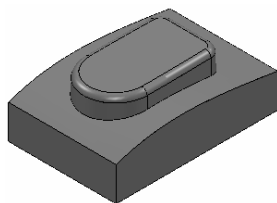

图 3-2 导入模型文件
2) 选择下拉菜单中的“文件”→“输入模型”命令, 弹出“输入模型”对话框, 选择“dianban.dgk”(“随书光盘:\第3章\3.1\uncompleted\dianban.dgk”)文件, 单击“打开”按钮即可, 如图3-2所示。